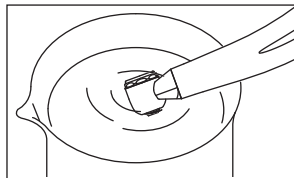

Abb. 3
- 3) Drehen Sie das Handstück und tauchen Sie den Handstückkopf halb ein. (Abb. 3)